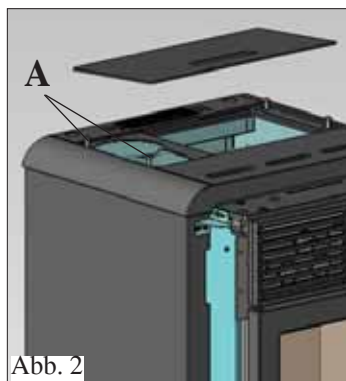

Abb. 2
- Die beiden Schrauben an der gusseisernen Oberseite und der Blechabdeckung (um ca. 15 mm) lockern (A - Abb. 2).